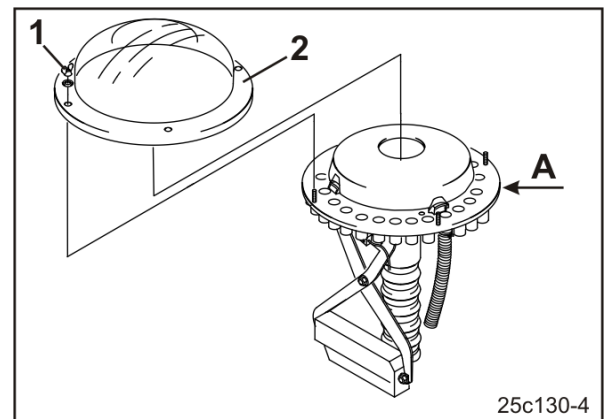

Fig. 280
5. Flügelmuttern (Fig. 280/1) lösen und die durchsichtige Kunststoffkappe (Fig. 280/2) vom Verteilerkopf abziehen.
7. Verunreinigungen zwischen der Grundplatte und der Steuerplatte (Fig. 280/A) mit Luftdruck reinigen.
8. Kunststoffkappe (Fig. 280/2) montieren.
9. Kunststoffkappe mit Flügelmuttern (Fig. 280/1) befestigen.